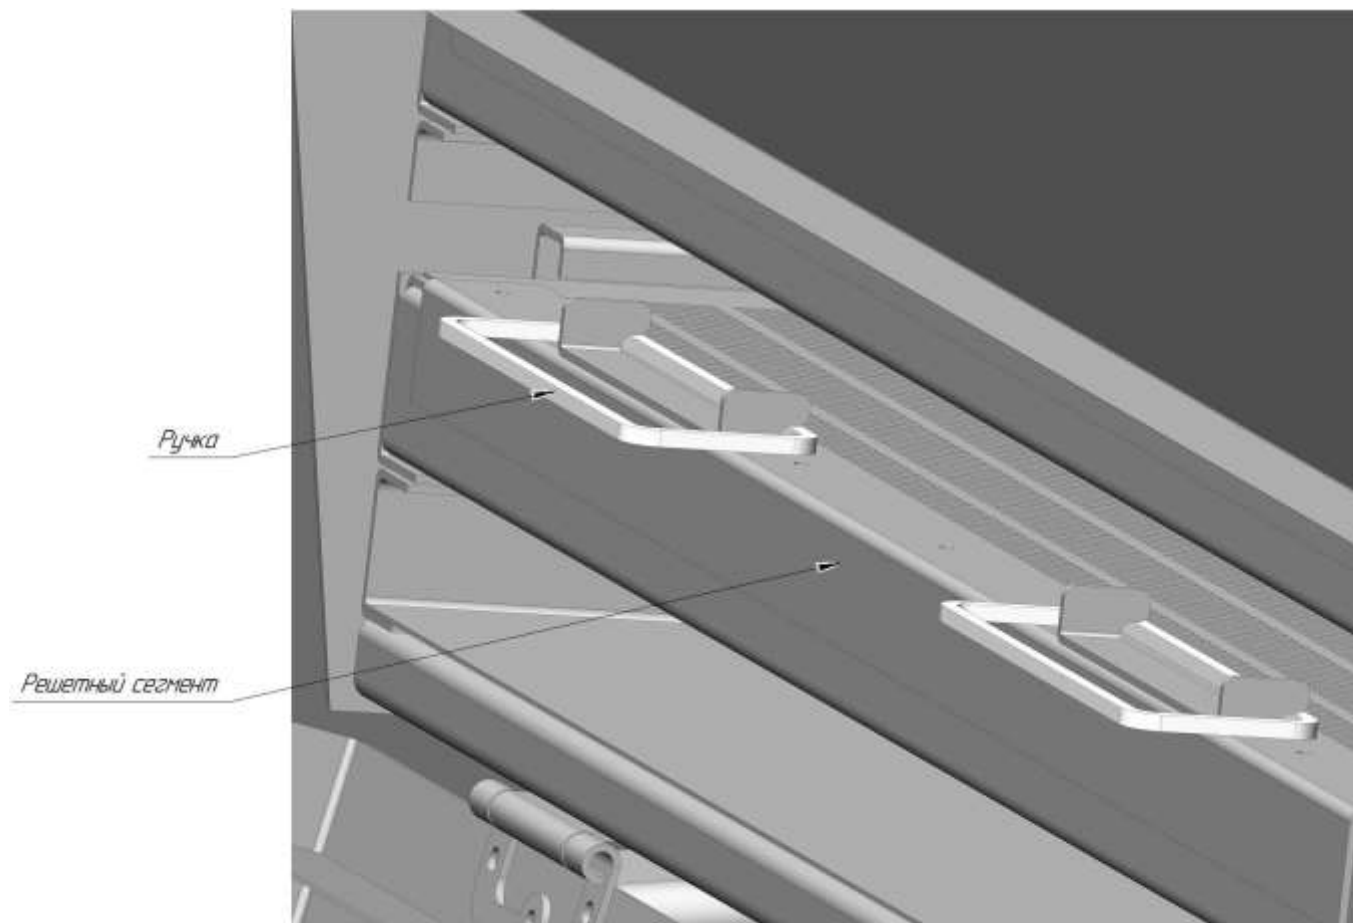

Рис. 8
2. Взять из комплекта ЗИП две ручки, накинуть на кронштейны решетчатого сегмента. Потянув на себя, сместить решетчатый сегмент в пазах решета до образования необходимого зазора между уголком и корпусом решетки. Взявшись за уголок полностью вытянуть решетчатый сегмент из пазов. (Рис. 8)